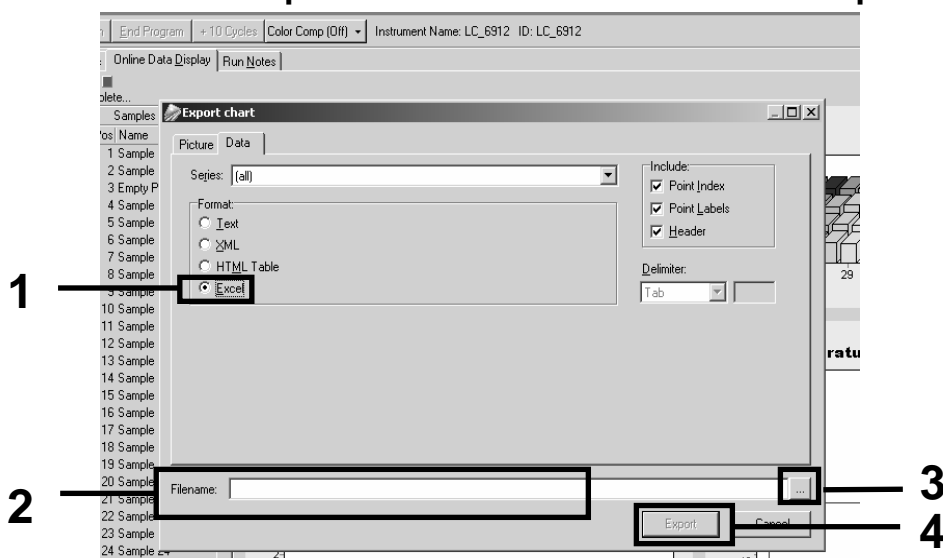

Abbildung 30. Auswahl des Dateiformats und des Speicher-Zielorts für den Export der Ergebnisdatei.
13. Aktivieren Sie im Dialogfenster "Export chart" („Diagramm exportieren“) das "Excel"-Kontrollkästchen (siehe Abb. 30). Geben Sie einen Dateinamen im Dialogfeld "Filename" ein. Wählen Sie nach Klick auf die  Schaltfläche einen Zielpfad für den Export, um die Ergebnisdatei dort zu speichern. Klicken Sie dann auf "Export".